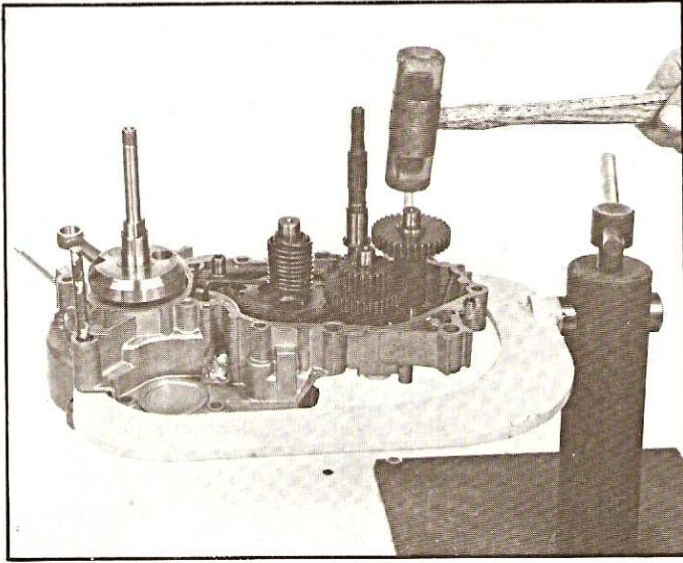
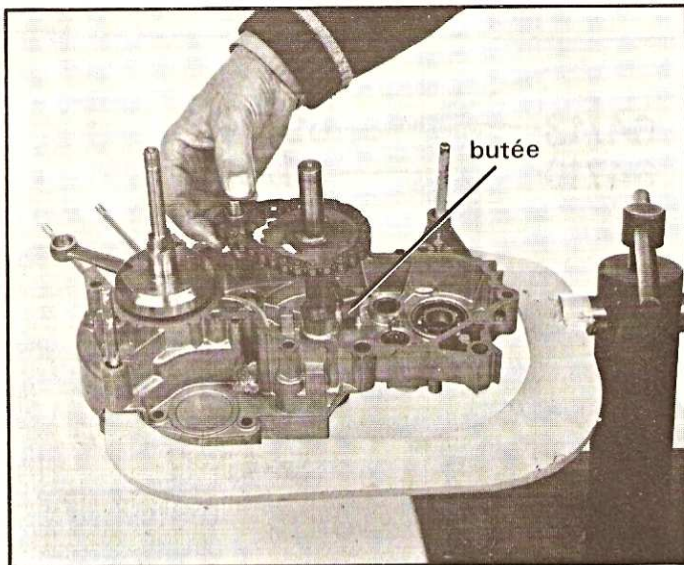

Fig. 26
Fig. 27
*Le texte de la figure 26 correspond à la figure 27 et le texte de la figure 27 correspond à la figure 26.*